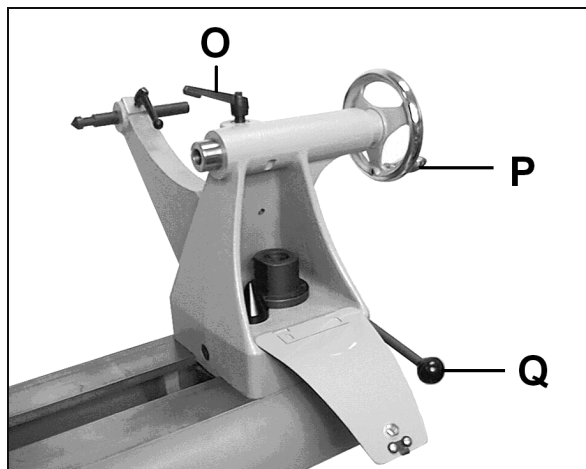

Abb. 34
Drehen Sie das Handrad (P, Abb. 34) im Uhrzeigersinn um die Pinole auszufahren und klemmen Sie mit dem Indexiergriff (O).